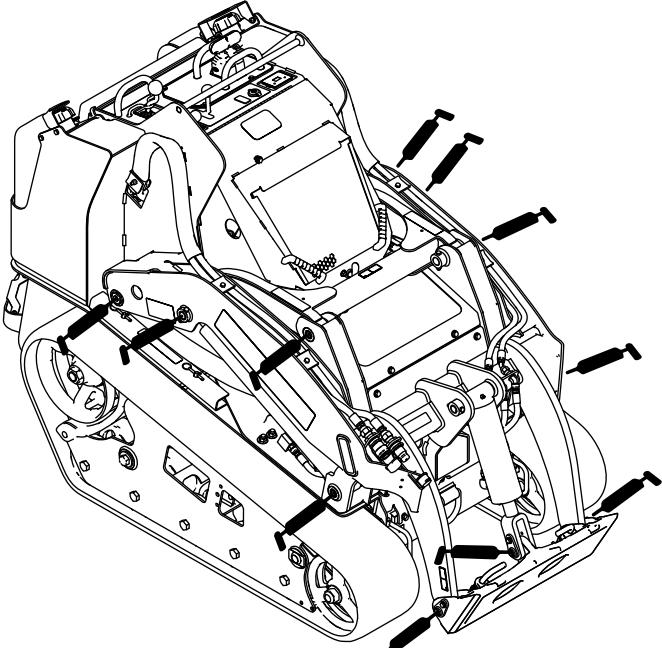
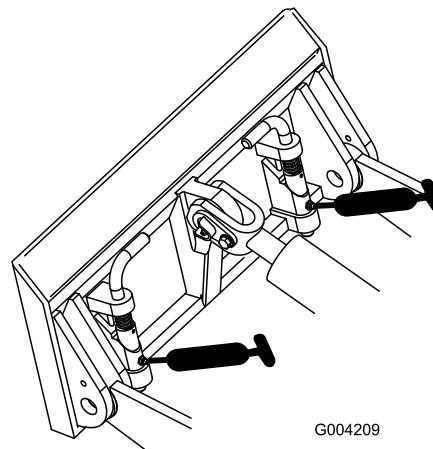
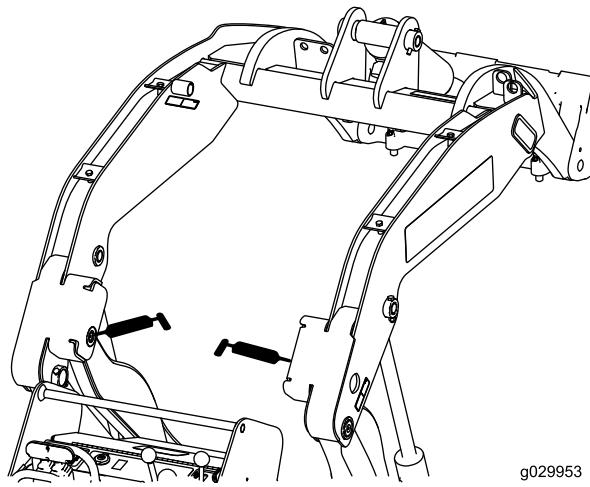

Рисунок 41
Рисунок 42
Рисунок 43
3. Присоедините к каждой масленке шприц для нагнетания консистентной смазки (Рисунок 41Рисунок 42 и Рисунок 43).
Примечание: Поднимите кронштейны погрузчика, прежде чем смазывать масленки, как показано на Рисунок 43.